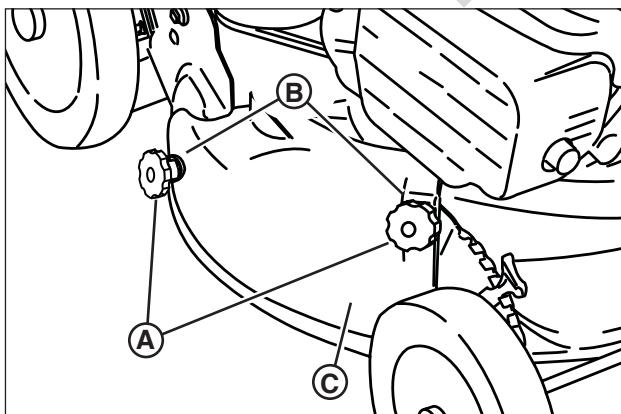

Figura 8: Retiro de la cubierta de mantillo
1. Retire las tuercas de la perilla (**A**, Figura 8) y las arandelas de seguridad con dientes internos y externos (**B**) que fijan la cubierta de mantillo (**C**) a la cubierta del cortacésped.